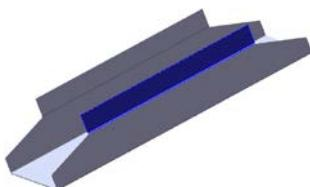
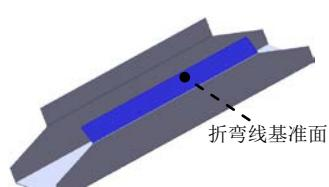

图 11.2.21 绘制的折弯 4
图 11.2.22 折弯线基准面
Step8. 创建图 11.2.21 所示的钣金特征——绘制的折弯 4。
(1) 选择命令。选择下拉菜单 **插入(I)** → **钣金(O)** → **绘制的折弯(S)...** 命令(或单击“钣金”工具栏上的“绘制的折弯”按钮)。
(2) 定义特征的折弯线。
① 定义折弯线基准面。选取图 11.2.22 的模型表面作为折弯线基准面。